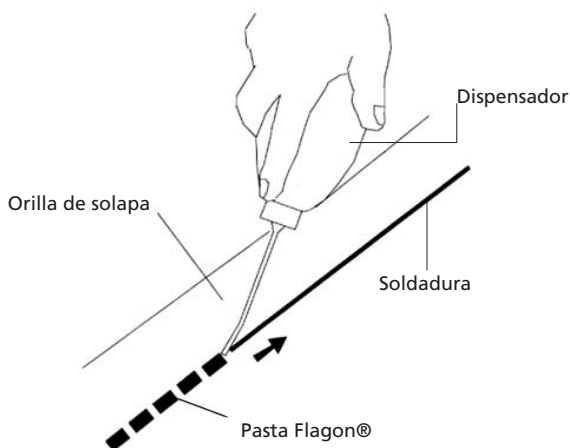

Fig. 16
5. Se continua con el sellado, con un cordón de pasta Flagon® (fig. 16).